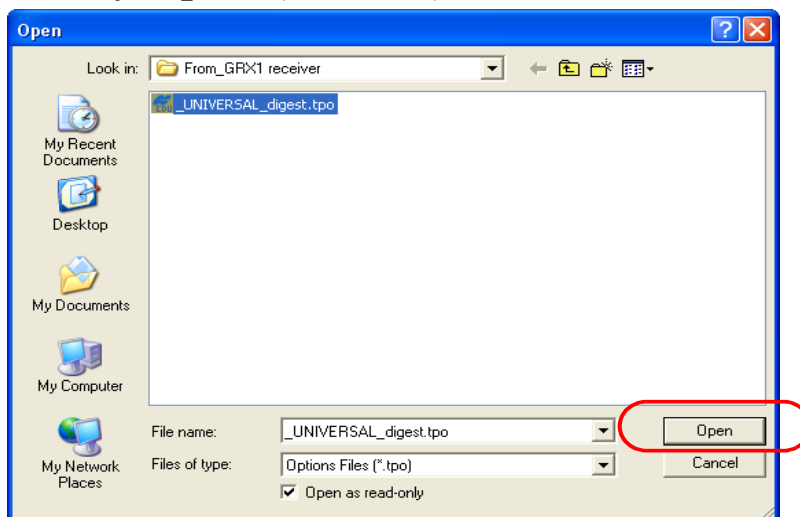

Рис. 5-6. Загрузка файла с кодами активации дополнительных опций
3. Перейдите в каталог, где находится новый файл с кодами активации дополнительных опций, выделите этот файл и нажмите кнопку **Open** (Рис. 5-6).